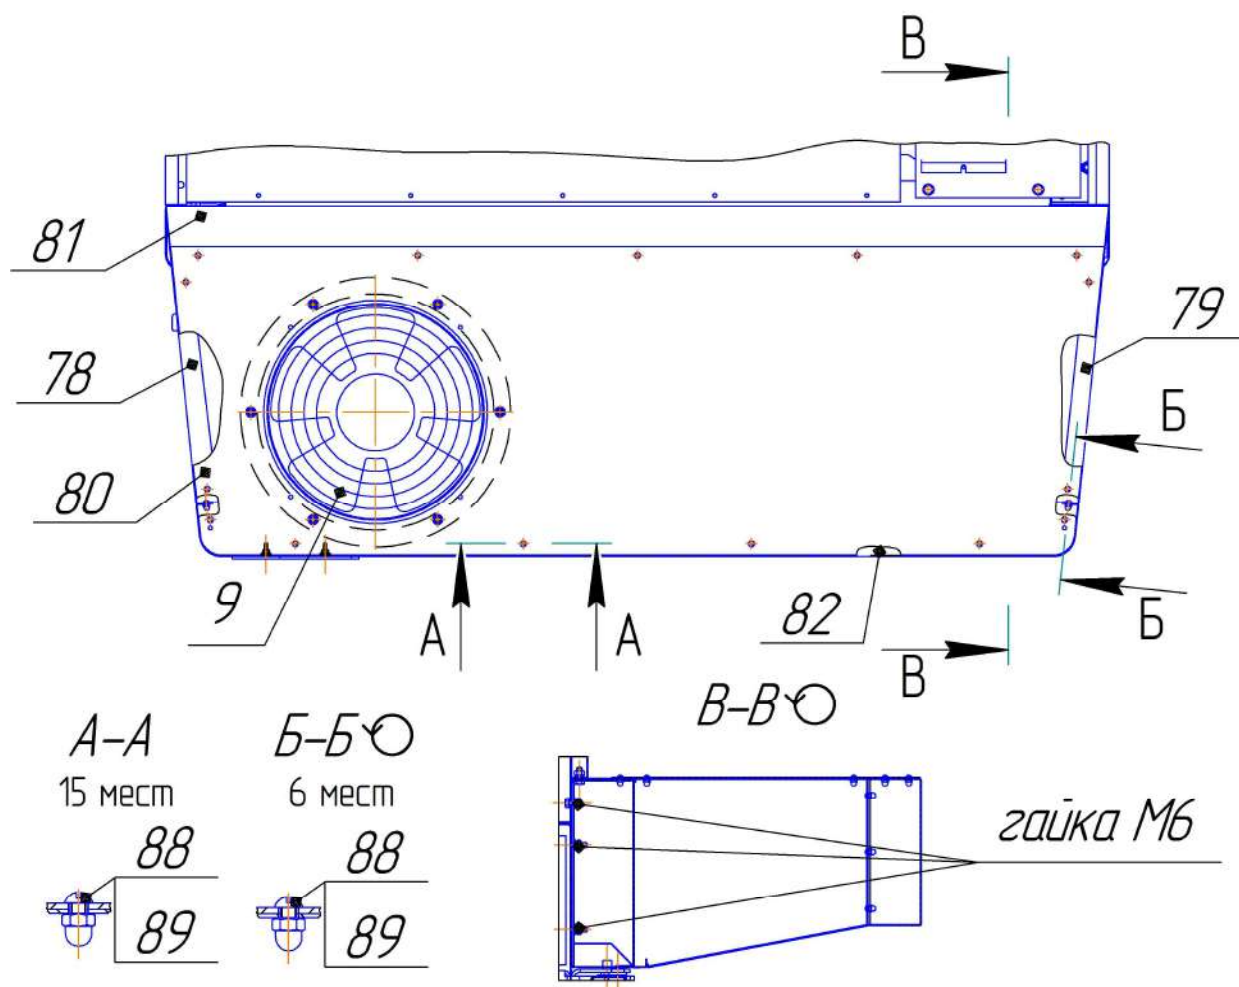

Рисунок 7 – Сборка козырька.
6.2.3 Снять с крыши печи панель поз.82 и крышу с вентилятором поз.80, открутив саморезы 4,2x13, шурупы 4,8x32, винты ВМ4x10, гайки М4, шайбы А4 и 4Г65. Снять боковины поз.78 и поз.79 и крепление козырька поз.88 и поз.89 (в полиэтиленовом пакете) с рамок стеллажа поз.21 в пекарной камере. Ослабить гайки М6 крепления короба поз.81 к печи - 6шт. (см. разрез В-В), отвернув их на 3 — 4 оборота (см. рисунок 7). В образовавшиеся по бокам щели вставить загибы боковин поз.78 и поз.79 и навесить боковины. Установить на боковины поз.78 и поз.79 панель поз.82, крышу с вентилятором поз.80, и закрепить креплением козырька винтами поз.88 и гайками колпачковыми поз.89. Закрепить ослабленные ранее гайки М6 крепления короба поз.81 печи.